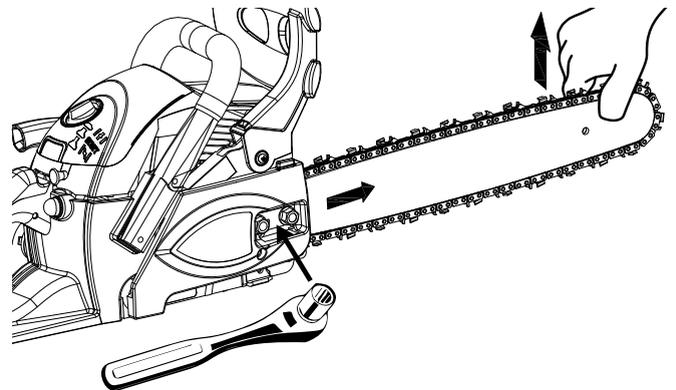

Fig. 31
- En tenant le bout de la barre vers le haut, tendez la chaîne en tournant le vis de tension dans le sens des aiguilles d'une montre (droite) jusqu'à ce que les courroies touchent à peine le côté inférieur du rail du guide (Fig. 31).